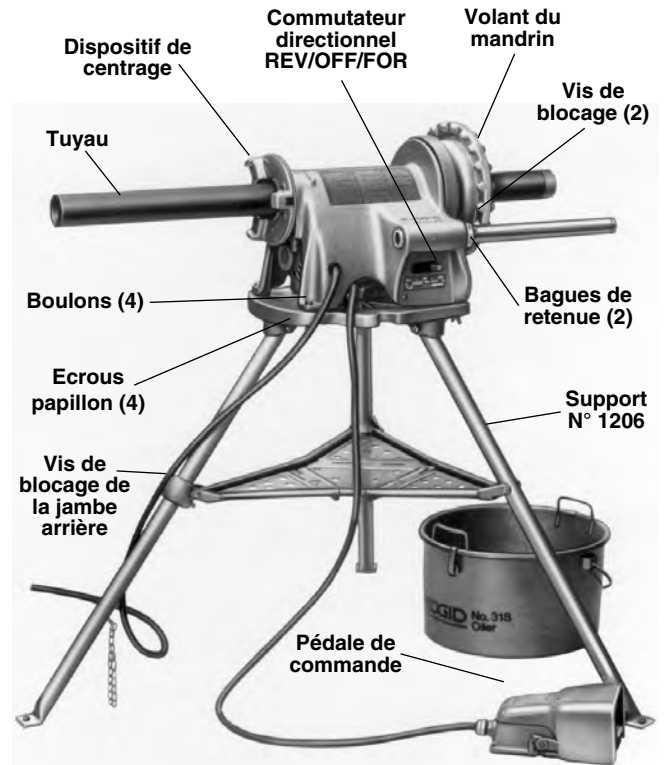

Figure 3 – Système d'entraînement N° 300 monté sur support N° 1206 avec dispositif de lubrification N° 418
- Repérez la vis de blocage du support de jambe de plateau qui se trouve sur la jambe arrière (Figure 3).
2. Montez le système d'entraînement sur le support à l'aide des boulons et écrous papillon prévus (Figure 3).
1. Assurez-vous que le système d'entraînement est débranché et que le commutateur directionnel est en position OFF (arrêt) (Figure 3).
4. Assurez-vous que la pédale de commande est en place et qu'elle est raccordée au système d'entraînement (Figure 3).
- Si nécessaire, remplissez le système de lubrification N° 418 d'huile de coupe RIDGID Thread Cutting Oil. Positionnez le système de lubrification sous l'avant du système d'entraînement (*Figure 3*).